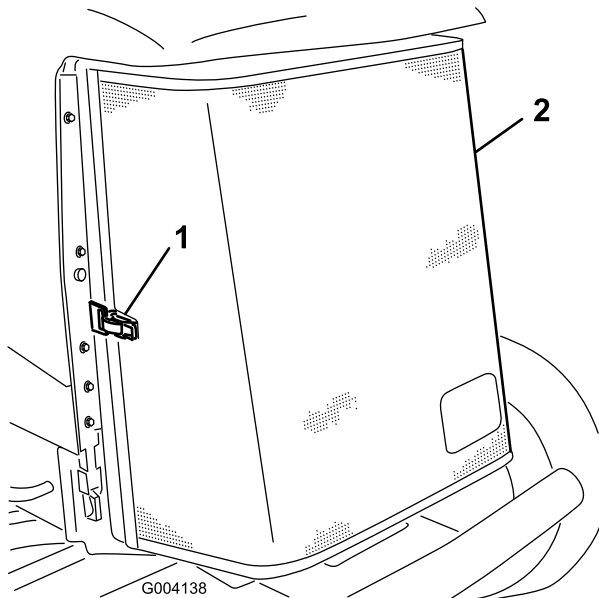

Figure 93
5. Déverrouillez la grille arrière et faites-la pivoter pour l'ouvrir (Figure 93).